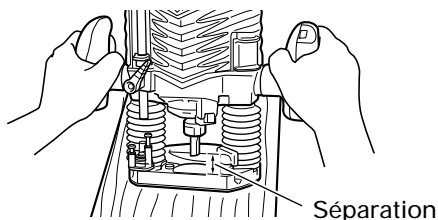

Fig. 14
- (1) Comme montré dans la Fig. 14, mettre hors contact le couteau et la pièce de travail et mettre sous tension. Ne pas commencer l'opération de découpage jusqu'à ce que le couteau ait atteint la vitesse de rotation complète.